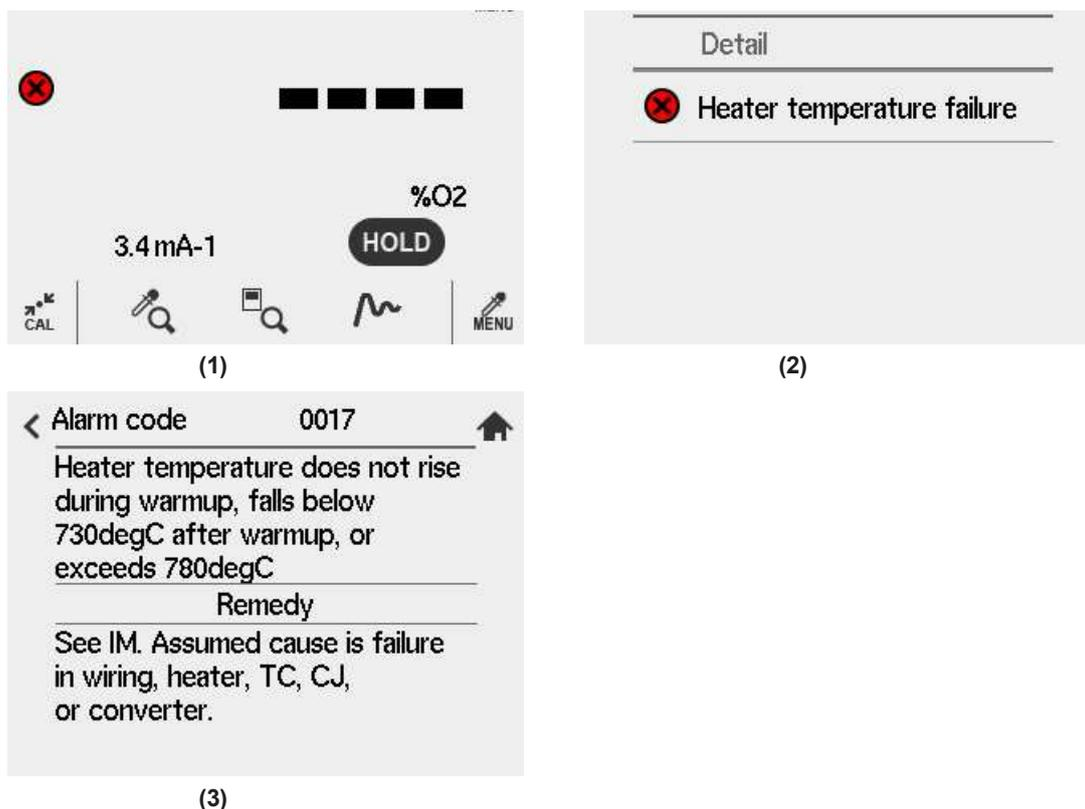

Figura 12.1 Descrição da falha
- (1) Interrompe o fornecimento de energia ao aquecedor no detector para garantir a segurança do sistema.
- (2) A indicação de falha é exibida piscando o ícone para notificar a geração de uma falha (Figura 12.1).
- (3) Quando a Falha é definida como saída em “Selection of contact output”, a Falha é enviada para o contato. (consulte a seção “8.5 Configuração do contato de saída”.)
- (4) A saída analógica se torna o status definido em “Ajuste de retenção de saída”.
Quando a tela mostrada na Figura 12.1 (1) aparecer, pressionar a indicação de Falha traz uma descrição da Falha (Figura 12.1 (2))